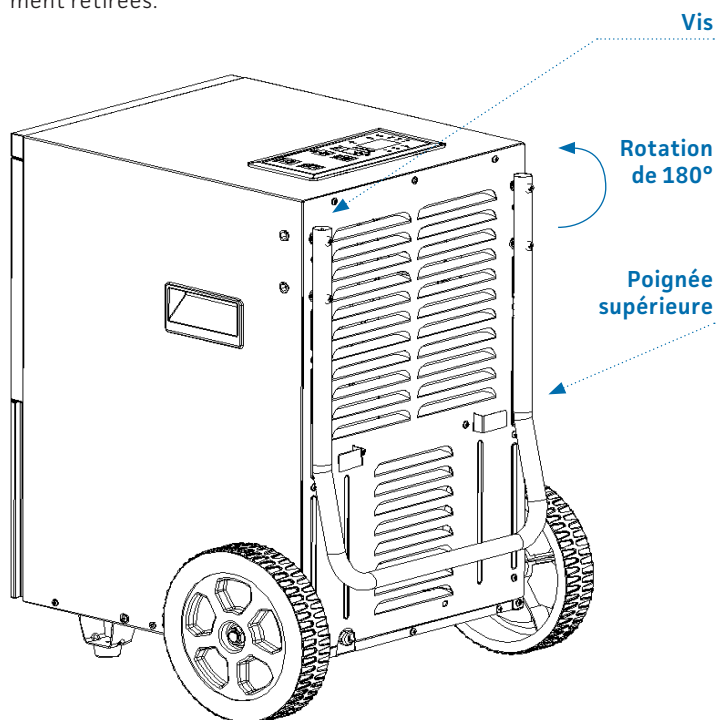

Figure 2
1. Installation de la poignée supérieure : Comme illustré à la figure 2, retirez les quatre vis situées sur la partie supérieure du déshumidificateur, puis relevez la poignée supérieure en la faisant pivoter de 180° vers le haut. Fixez ensuite la poignée à l'aide des vis précédemment retirées.